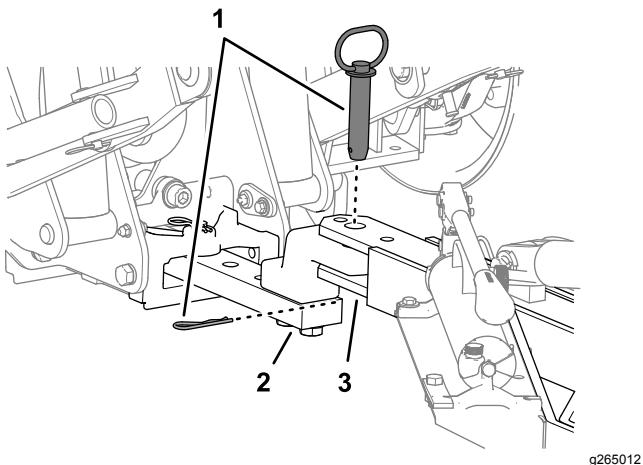

Figure 13
7. Placez le timon de l'aérateur devant la barre d'attelage du groupe de déplacement et attellez l'aérateur au groupe de déplacement à l'aide des fixations d'attelage de ce dernier (Figure 13).